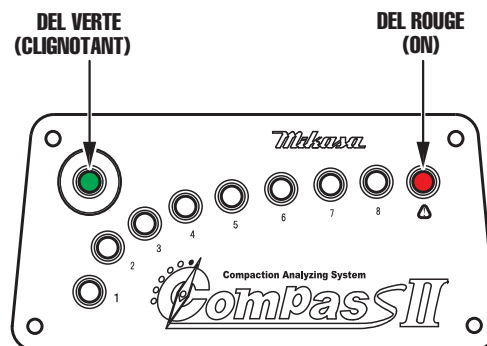

Figure 46. Affichage du panneau de capteur (RALENTI)
1. Lorsque le panneau de capteur est démarré en mode **RALENTI**, la DEL verte sur le panneau du capteur s'allume (N/P 467310010 [MVH308DZ], N/P 468310010 [MVH408DZ], ou N/P 469310010 [MVH508DZ]) va clignoter, et la DEL rouge va s'allumer. Voir la Figure 46.